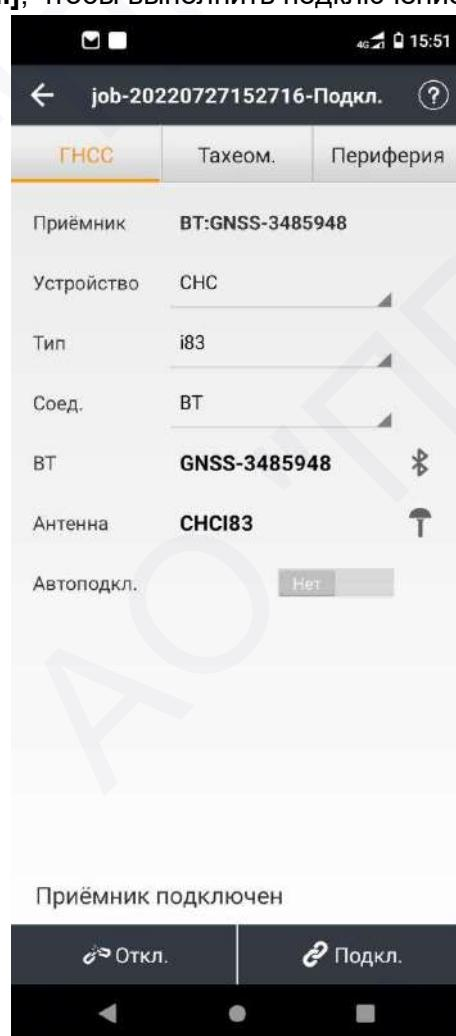

Рис. 2.54
2. Перейдите в меню **[Настройки] → [Подкл.]**. Выберите устройство: PrinCe, тип: i-серия, соединение: BT или WiFi, антенна CHCI83 (см. рис. 2.54).